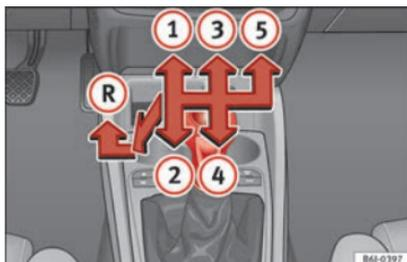

Fig. 28
Les positions des vitesses sont représentées sur le levier de vitesses » fig. 28.
- Au point mort, appuyez sur le levier de vitesses, déplacez-le complètement vers la gauche puis vers l'avant pour passer la marche arrière » fig. 28 (R).